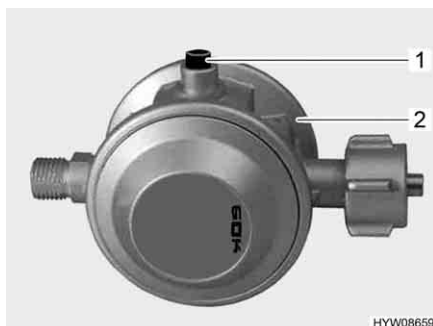

Fig. 41 Regolatore di pressione del gas con dispositivo antirottura del tubo flessibile integrato
- Premere verso l'interno il bottone automatico (Fig. 41,1) del regolatore di pressione del gas (Fig. 41,2). Il dispositivo antirottura del tubo flessibile viene aperto di nuovo.